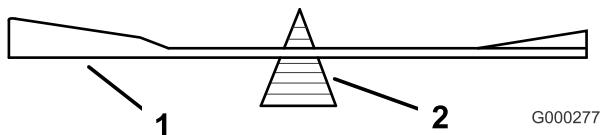
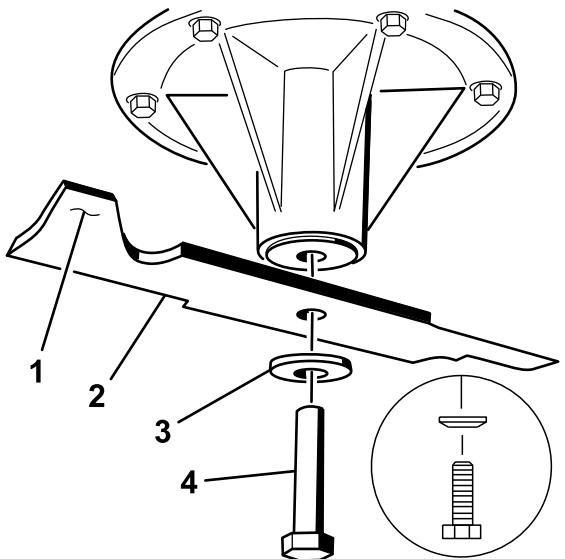

Figure 94
Figure 95
2. Vérifiez l'équilibre de la lame en la plaçant sur un équilibrage (Figure 94). Si la lame reste horizontale, elle est équilibrée et peut être utilisée. Si la lame est déséquilibrée, limez un peu l'extrémité de la partie relevée seulement (Figure 95). Répétez cette procédure jusqu'à ce que la lame soit équilibrée.
1. Placez la lame sur l'axe (Figure 95).
2. Mettez en place la rondelle élastique et le boulon de la lame. Le côté bombé de la rondelle élastique doit être dirigé vers la tête du boulon (Figure 95). Serrez le boulon de la lame à un couple de 115 à 150 Nm (85 à 110 pi-lb).